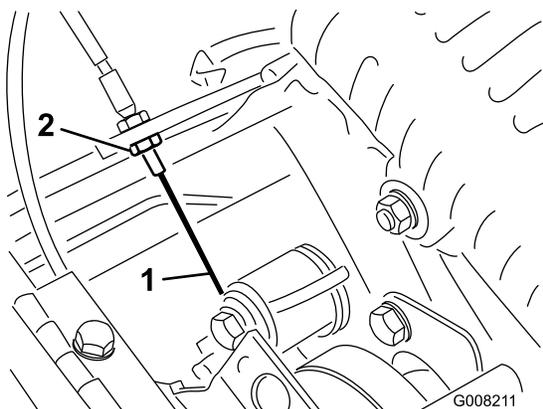

Figura 42
3. Para aumentar a tensão do cabo, desaperte a porca de bloqueio do cabo dianteira e aperte a porca de bloqueio do cabo traseira (Figura 42) até que seja obtida uma força de 3 a 4 kg, de maneira a que se possa engatar o controlo de tracção.